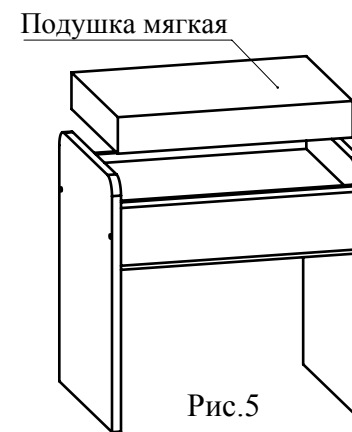

Рис.5
8. Положить подушку мягкую на деталь 1 (Рис. 5).